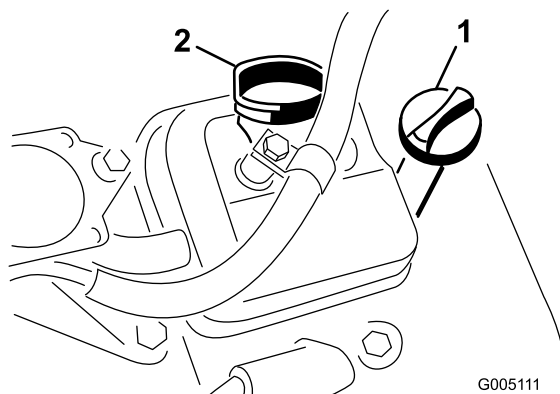

Figura 24
2. Retire a vareta e limpe-a com um pano limpo. Volte a colocar a vareta no tubo e verifique se está completamente introduzida (Figura 24).